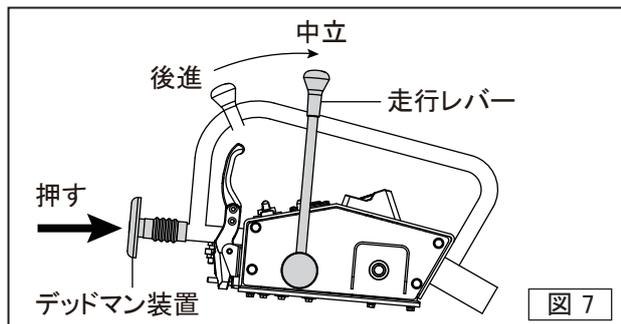

図 7
- 走行レバーを後進にしてデッドマン装置を押した時に走行レバーが中立位置に戻ることを確認してください。(図7)